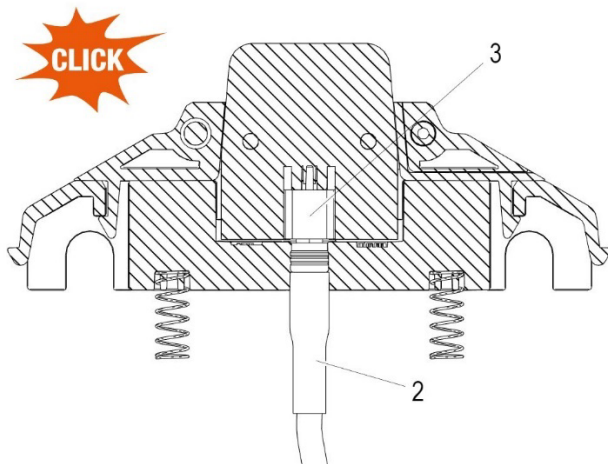

Abb. 167: Einrasten des Steckers
→ Der Stecker der Datenleitung (2) muss hörbar in den Stecker der Platine (3) einrasten (siehe Abb. 167)